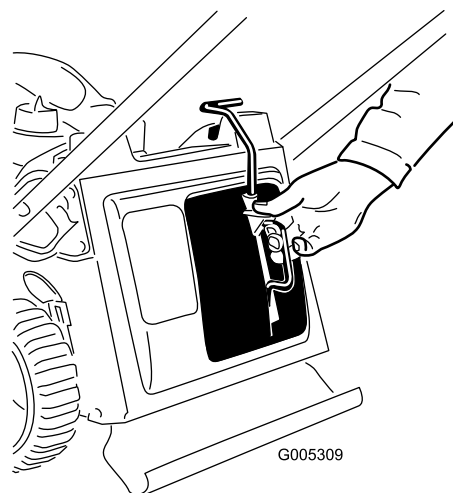

Рисунок 28
1. Снимите заглушку для мульчирования (Рисунок 28).